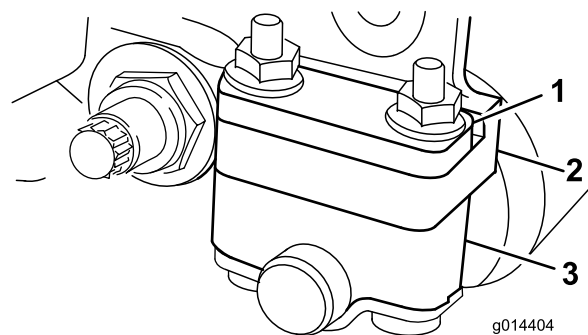
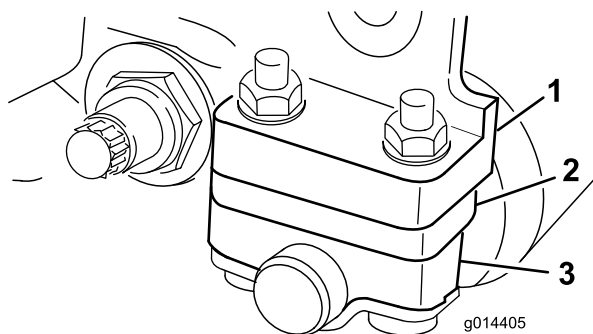

Bild 6
Bild 7
Abhängig von dem gewünschten Schnitthöhenbereich, müssen Sie die Heckrollenhalterungen (Bild 6 oder Bild 7) auf die niedrige oder hohe Stellung verstellen:
- Positionieren Sie das Distanzstück über den Montageflansch der Seitenplatte (Werkseinstellung), wenn der Schnitthöhenbereich zwischen 1,6 mm und 6,4 mm liegen soll (Bild 6).
Schnitthöhenbereich zwischen 3,2 mm und 25 mm liegen soll (Bild 7).
4. Legen Sie die Distanzstücke je nach Bedarf über oder unter den Rollenhalterungen auf die Schrauben (Bild 6 oder Bild 7).